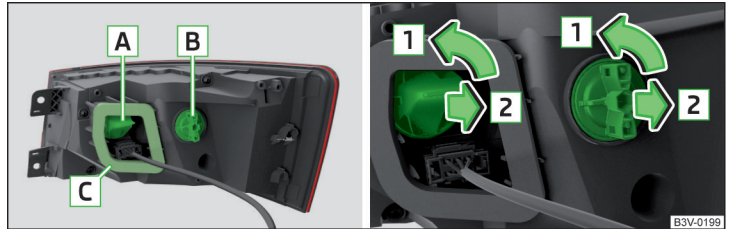

Abb. 275 Rückleuchte / Glühlampe wechseln
- Darauf achten, dass bei erneutem Einbau die Dichtung **C** » Abb. 275 auf Seite 256 korrekt eingesetzt wird. Würde diese nicht richtig eingesetzt, könnte Wasser in die Leuchte eindringen - es besteht die Gefahr der Leuchtenbeschädigung.
- › Die Fassung mit der Glühlampe **A** bzw. **B** » Abb. 275 in Pfeilrichtung **1** drehen.